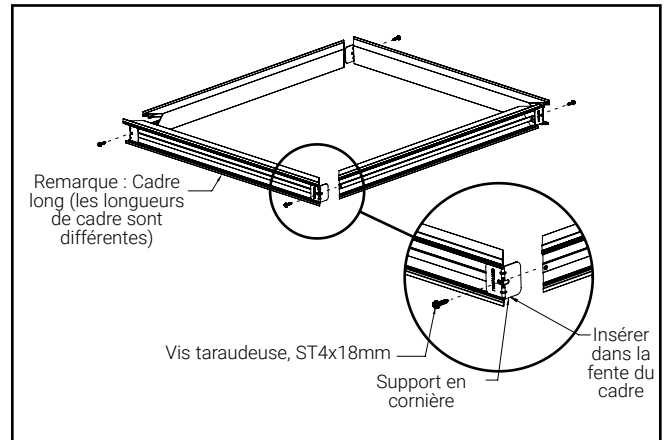

Figure 2.
3. Utilisez les supports en cornière et les vis ST4x18mm pour connecter le cadre (fig. 2).